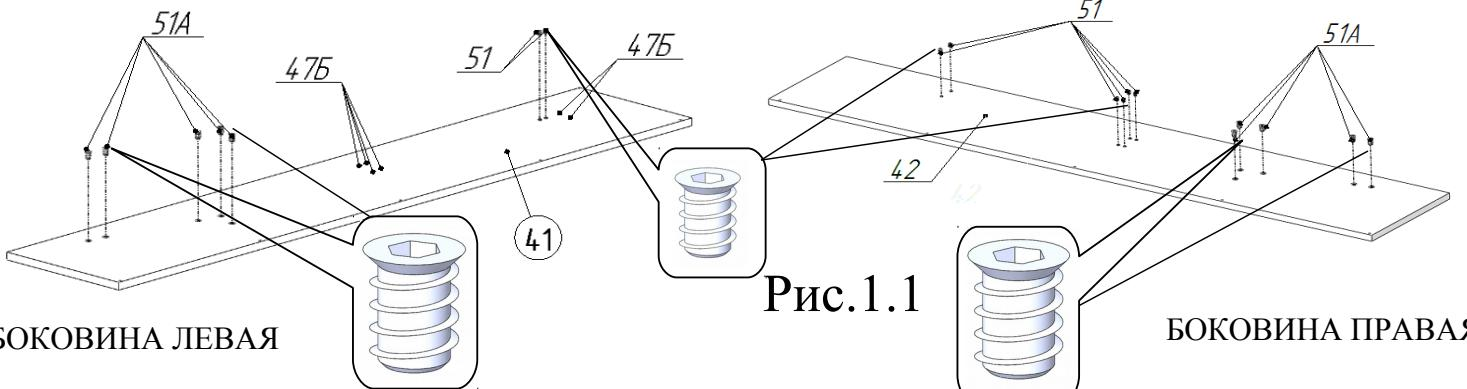
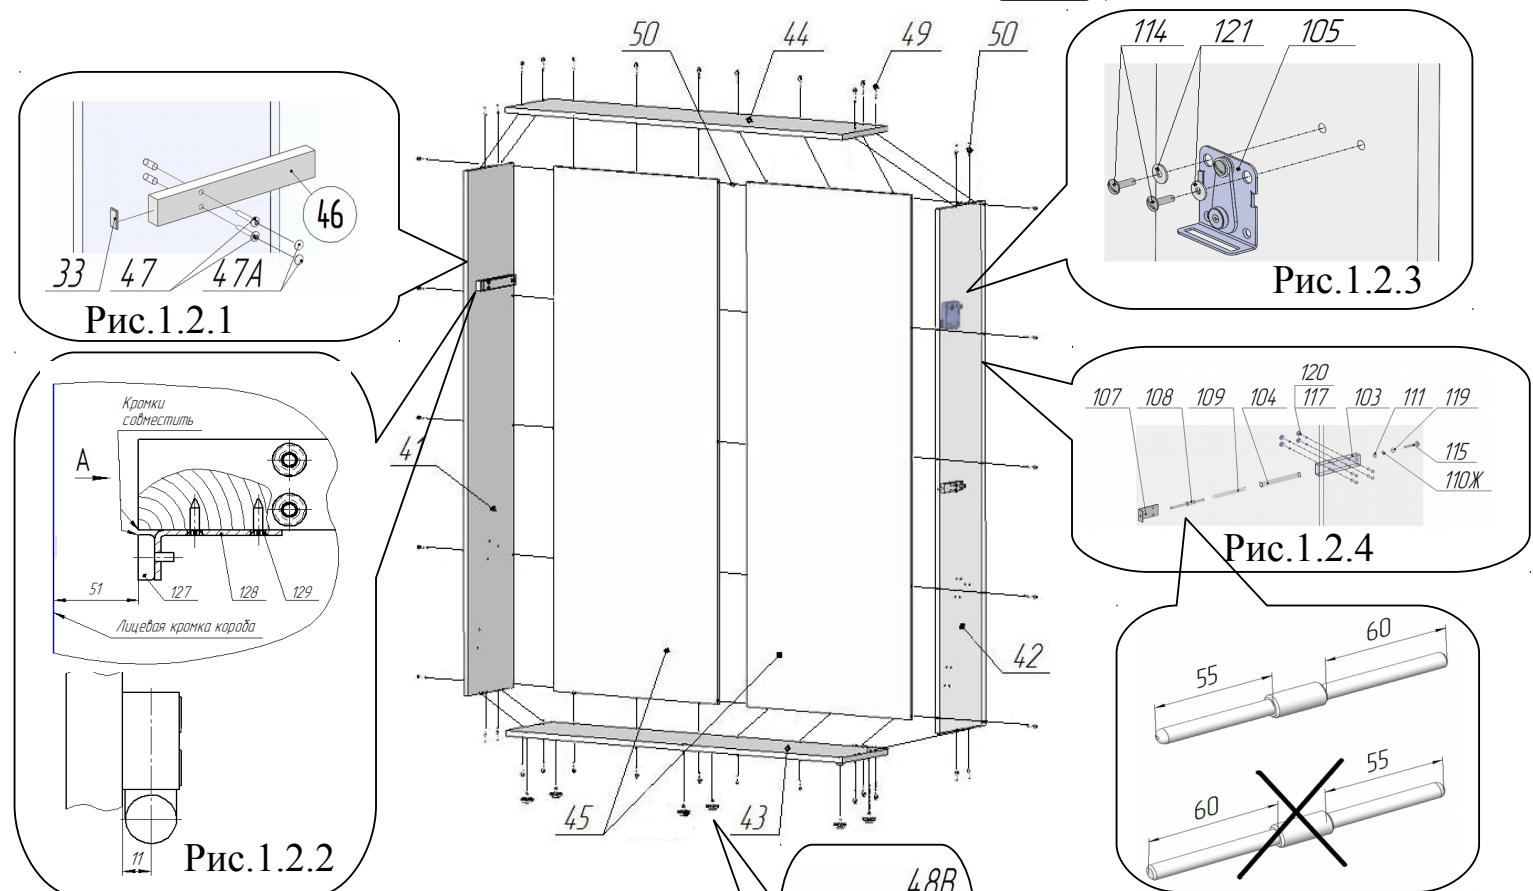

Рис.1.1
Рис.1.2
Установить в боковины поз.41, 42 футорки поз.51,51А, используя шестигранные ключи 6мм и 8мм (рис.1.1). Завинчивание футорок производить до совпадения торцев с плоскостью боковин поз.41,42. Установить заглушки поз.47Б в неиспользуемые отверстия в соответствии с рис. 1.1. Состыковать стенки задние поз.45 между собой, использовав шканты поз.50. Собрать вокруг стенок задних поз.45 боковины поз.41, 42 и панели поз.43, 44 в соответствии с рис.1.2, используя шканты поз.50 и винты-конфирматы поз.49.
10. Поднять раму кровати в вертикальное положение. Надавливанием на верхние углы рамы в горизонтальном направлении, добиться одинаковых зазоров слева и справа между рамой и боковинами короба поз.41,42 (рис.1.2).
В случае, если поверхность щита декоративного поз.40 в закрытом (НАЖАТОМ ДО ЩЕЛЧКА МЕХАНИЗМА) вертикальном положении совпадает с кромками боковин поз.41,42 (рис.1.2), регулировка механизма не требуется. Можно провести его окончательное закрепление саморезами поз.112 и 113, подложив под саморез поз.113 гайку поз.119 (рис.10.1, 10.2). Надеть на гайку колпачок поз.122. В зависимости от стороны, с которой установлен механизм фиксации поз.105, саморезы